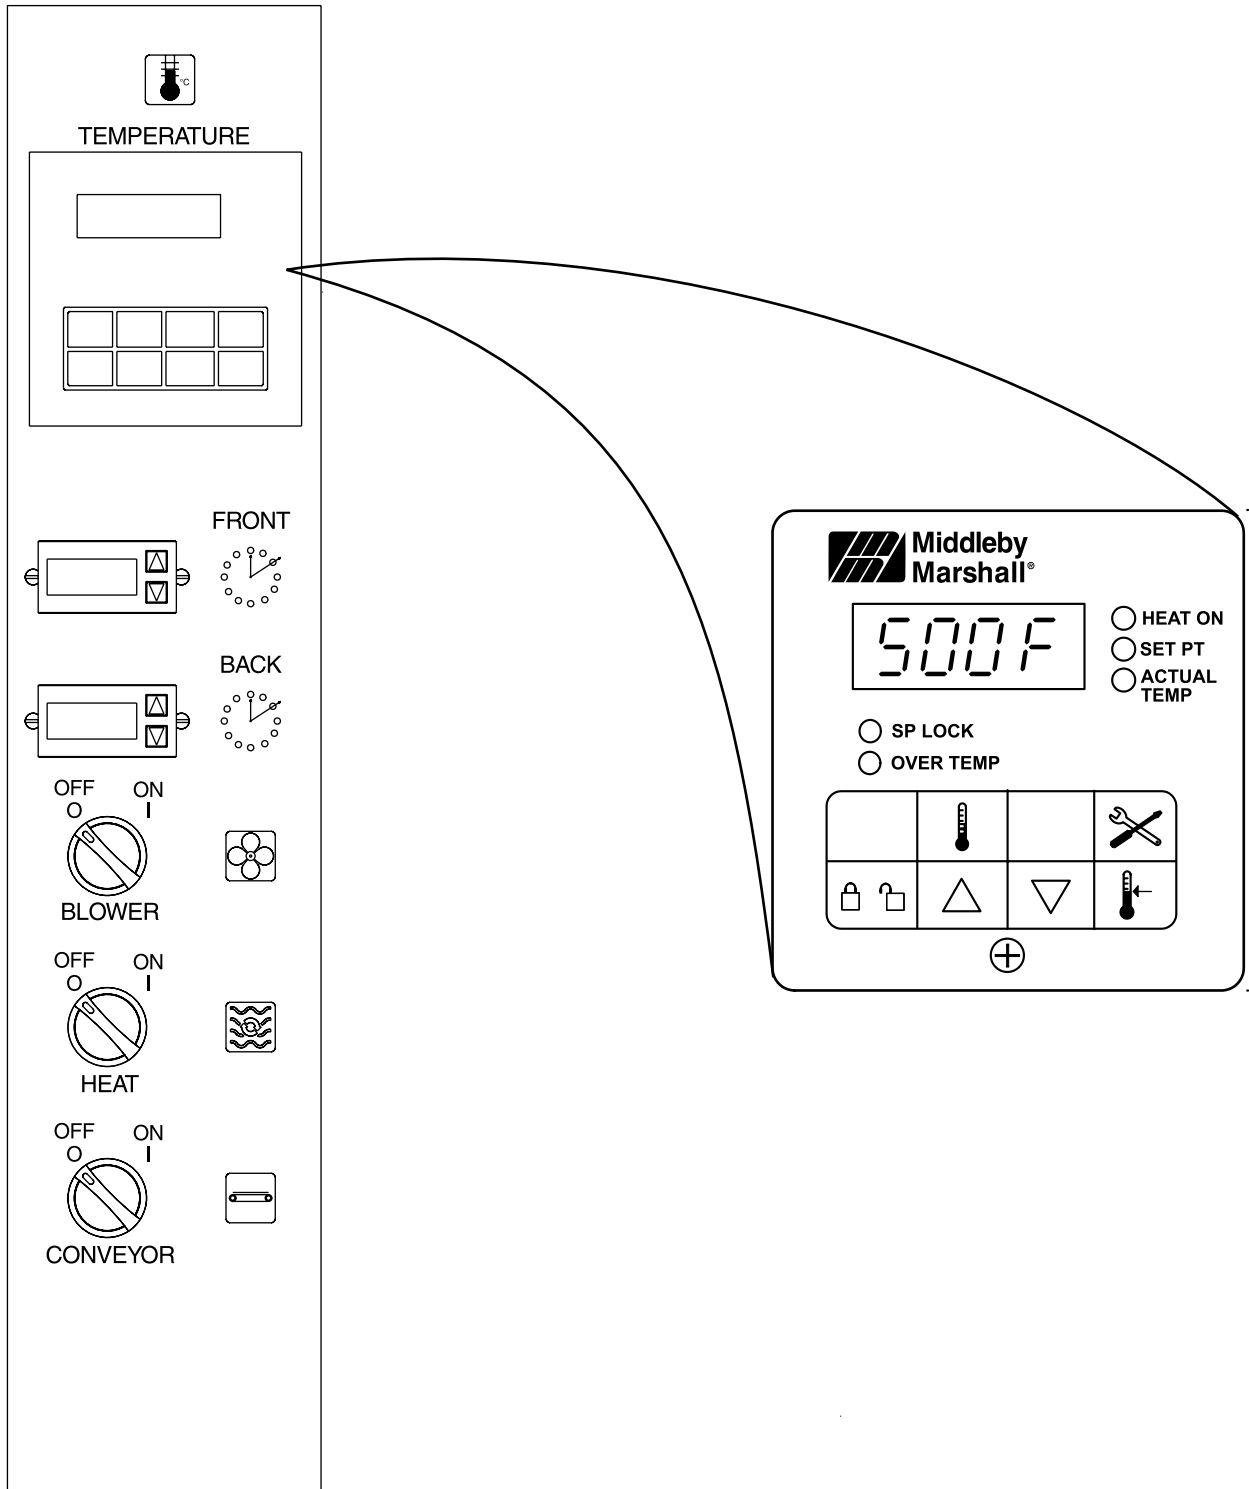

Figura 3-6. Panel de control
1. Coloque el interruptor BLOWER (Figura 3-6) en la posición "ON" o "I". Esto pondrá en marcha el ventilador del calefactor principal y el ventilador de refrigeración. El calefactor hace circular el aire por los dedos neumáticos y debe mantenerse en circulación mientras dure el proceso de horneado.
2. Compruebe que el ventilador de refrigeración (véase la Figura 1-8) está funcionando cuando el interruptor del calefactor (véase la Figura 3-6) se encuentre en la posición "ON" o "I". Los ventiladores de refrigeración enfrían los componentes de control y el motor del calefactor del quemador. El ventilador de refrigeración, situado en la parte posterior el armario de control eléctrico hace entrar y salir aire en el armario. El aire sale por la parte delantera del armario y también por el frontal del horno. Consulte la Sección Mantenimiento diario para obtener información sobre el Procedimiento de comprobación de entrada.
3. Coloque el interruptor CONVEYOR (transportador) (Figura 3-6) en la posición "ON" o "I". Esto hará que la correa transportadora comience a moverse en el horno. Elija y seleccione la velocidad del transportador en función del tiempo de cocción deseado. Consulte los siguientes Procedimientos E, F y G.
5. Coloque el interruptor HEAT (Figura 3-6) en la posición "ON" o "I". Esto completa el circuito de corriente eléctrica que llega al quemador. Cuando se enciende un horno que no se haya tenido funcionando durante aproximadamente 1/2 hora, se pone en marcha un ciclo de purga de 30 segundos. El motor del calefactor del quemador no se pondrán en funcionamiento durante el tiempo que dure el purgado del horno mediante el ventilador del calefactor. Transcurridos 30 segundos, el motor del calefactor del quemador se pone en marcha, hecho que podrá apreciar ya que sentirá una ligera vibración si lo toca. Y con ello se podrá encender el quemador.